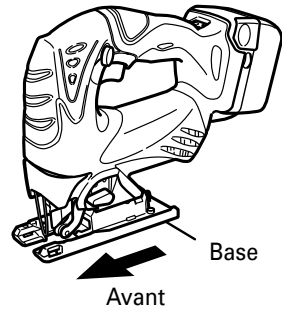

Fig. 17
- (2) Déplacer la base à fond vers l'avant (Fig. 17), puis resserrer le boulon de la base.